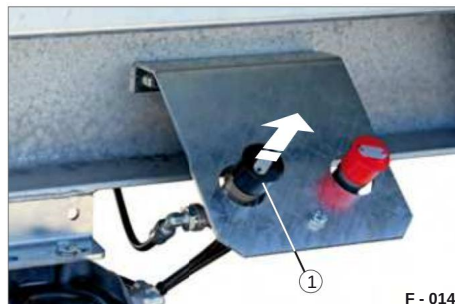

Fig. 17 Freno di servizio in posizione di guida
• Tirare la valvola di rilascio (Fig. 17/1).